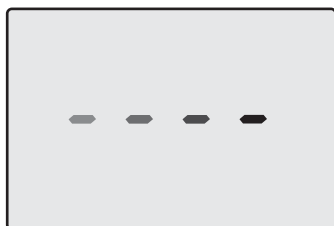
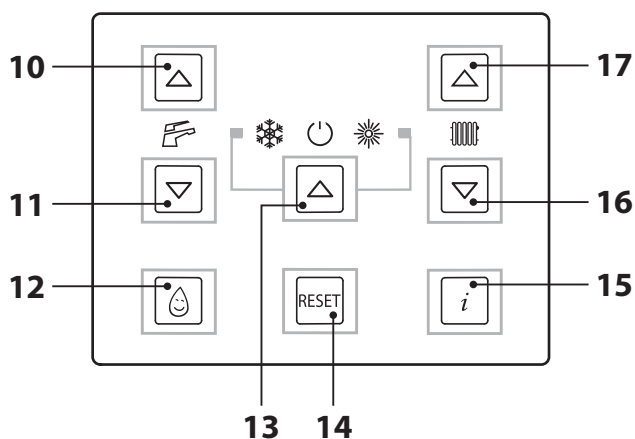

Рисунок 6.4
Рисунок 6.5
- Подключить котел при помощи двухполюсного выключателя, предусмотренного при установке. На ЖК-дисплее появится символ  (последовательно загорающиеся тире, символизирующие движение) (Рисунок 6.4).
- Нажать и удерживать в течение 2 секунд кнопку 13, пока на дисплее не появятся символы  и , см. Рисунок 6.5.
- Выключить котел, нажав и удерживая в течение 2 секунд кнопку 13 (Рисунок 6.5), пока на дисплее не появится символ  (последовательно загорающиеся тире, символизирующие движение) (Рисунок 6.4).